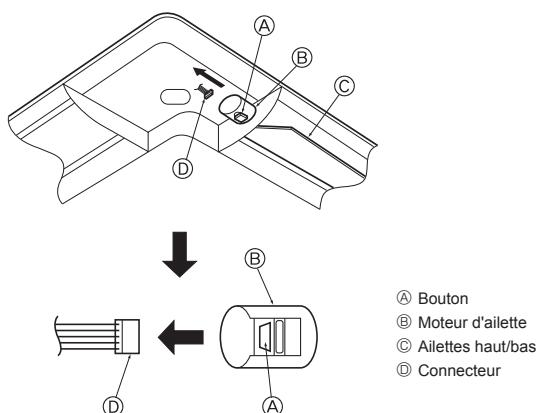

Fig. 5-17
5.4. Verrouillage de la direction haut/bas du flux d'air (Fig. 5-17)